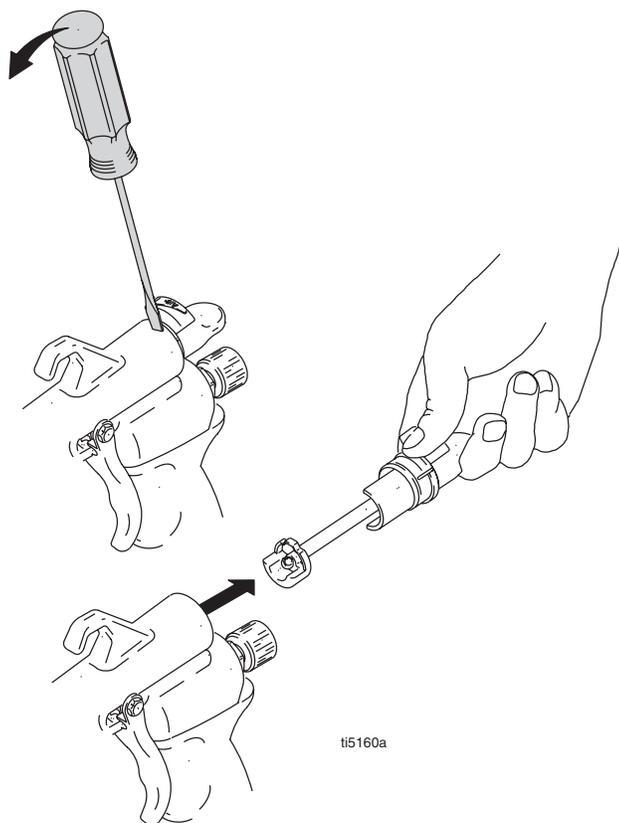

Рис. 24
- 4 Поверните клапан против часовой стрелки на пол-оборота, чтобы он надежно установился в задней части пистолета. Рис. 24.